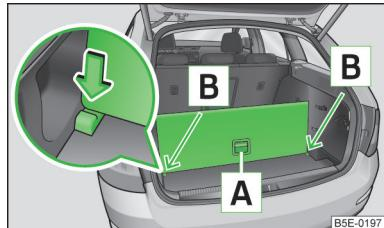

Fig. 100
- Eleve la parte posterior del suelo de carga variable por el tirador **A** » fig. 100.